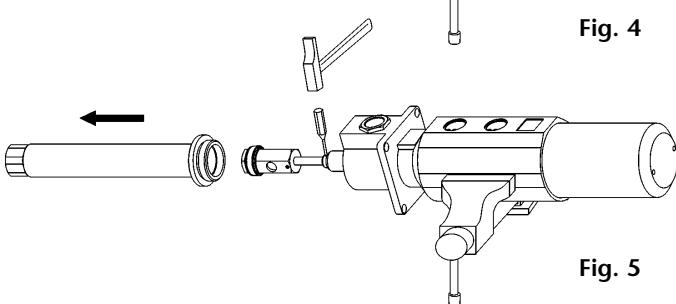

Fig. 5
4. Remove the pin (20) situated in the upper part of the connecting rod (21) (fig. 5) and unscrew the rod from the air piston (9).
4. Extraer el pasador (20) situado en la parte superior del eje válvula impulsión (21) (Fig. 5) y desenroscar el eje del vástagos (9).
4. Extraire la baguette (20) située au niveau de la partie supérieure de l'axe de la soupape d'impulsion (21) (voir Fig.5) et desserrer l'axe du piston (9).
4. Den Stift (20) im unteren Teil der Verbindungsstange (21) entfernen (Bild 5) und von der Luftkolbenstange (9) lösen.